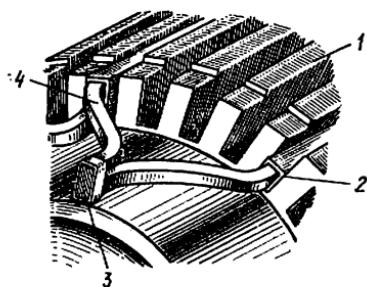

Рис. 46. Стержневые обмотки:
**Ремонт стержневой обмотки.** Такую обмотку применяют в фазных роторах асинхронных машин средней и большой мощности, в якорях коллекторных машин. Ее выполняют в виде отдельных медных стержней прямоугольного сечения, закладываемых в полузакрытые или открытые пазы (рис. 46). Как правило, повреждается лишь изоляция стержней. Сами стержни могут быть использованы повторно.